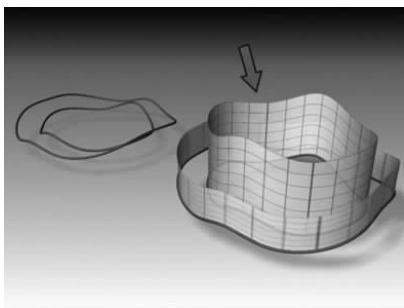

图 5-73 创建挤出曲面▲
- (创建挤出曲面): 将曲线挤出为曲面对象, 如图 5-73 所示。